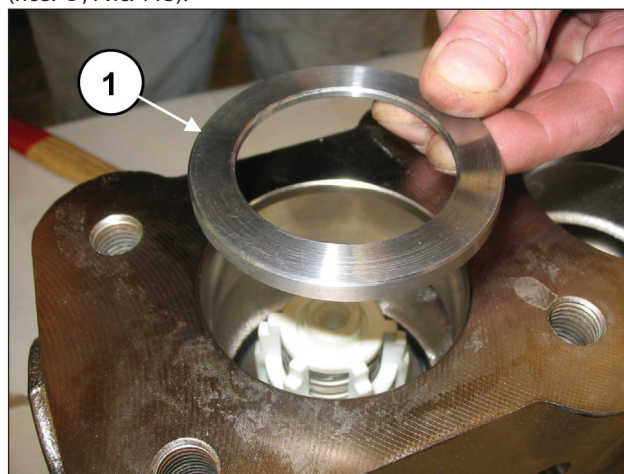
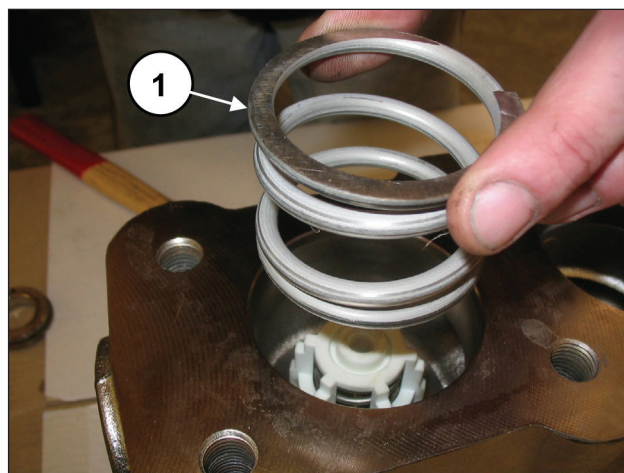

Рис. 112
Рис. 113
Вставьте кольцо седла клапана (поз. ①, Рис. 112) и пружину (поз. ①, Рис. 113).